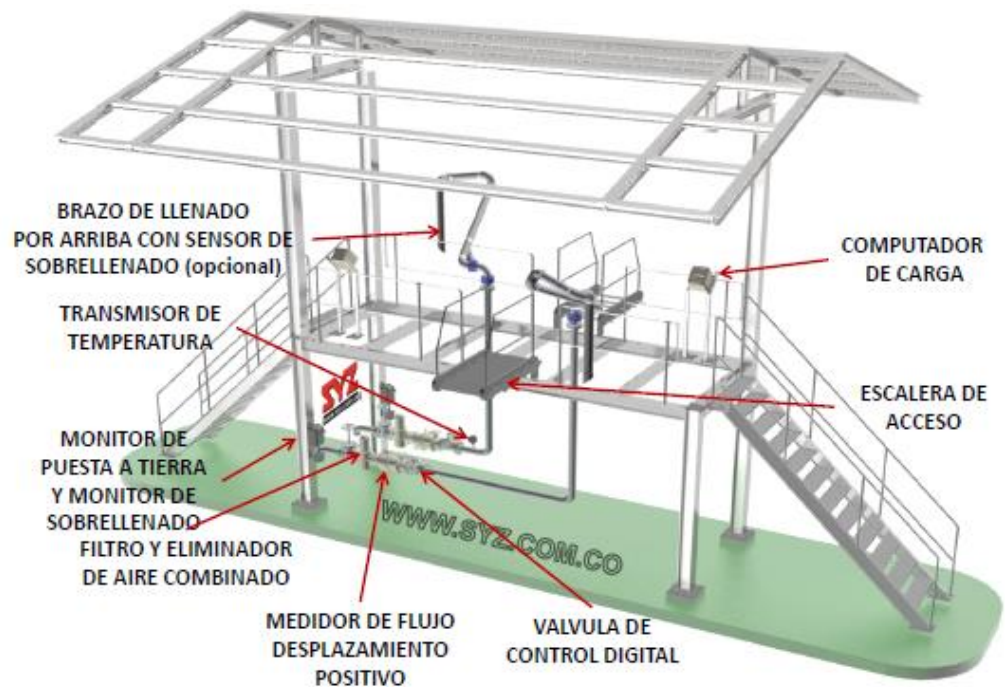

Ilustración 1: Llenadero de carro tanques TOP
- **Paletas (Smith Meter).** En la ilustración 1 se muestra un medidor de paletas deslizantes, que consta de un rotor con unas paletas, dispuestas en parejas opuestas, que se pueden deslizar libremente hacia adentro y hacia afuera de su alojamiento. Los miembros de las paletas opuestas se conectan rígidamente mediante varillas, y el fluido circulando actúa sobre las paletas sucesivamente, provocando el giro del rotor. (BUENO, D., NIETO, W., 2010)